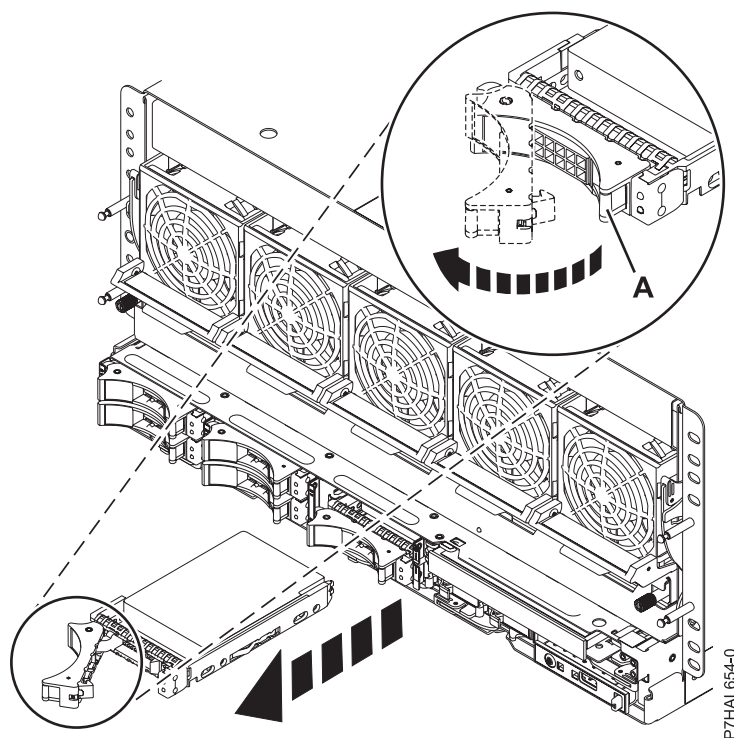

Figura 17. Extracció d'una unitat de disc del sistema
3. Quan el LED d'identificació es torni sòlid, desbloqueu la nansa de la unitat fent pressió i estirant-la cap a vosaltres, al com es mostra a la Figura 17. Si la nansa no ha sortit del tot, la unitat de disc o unitat d'estat sòlid no podrà lliscar fora del sistema o de la unitat d'expansió.